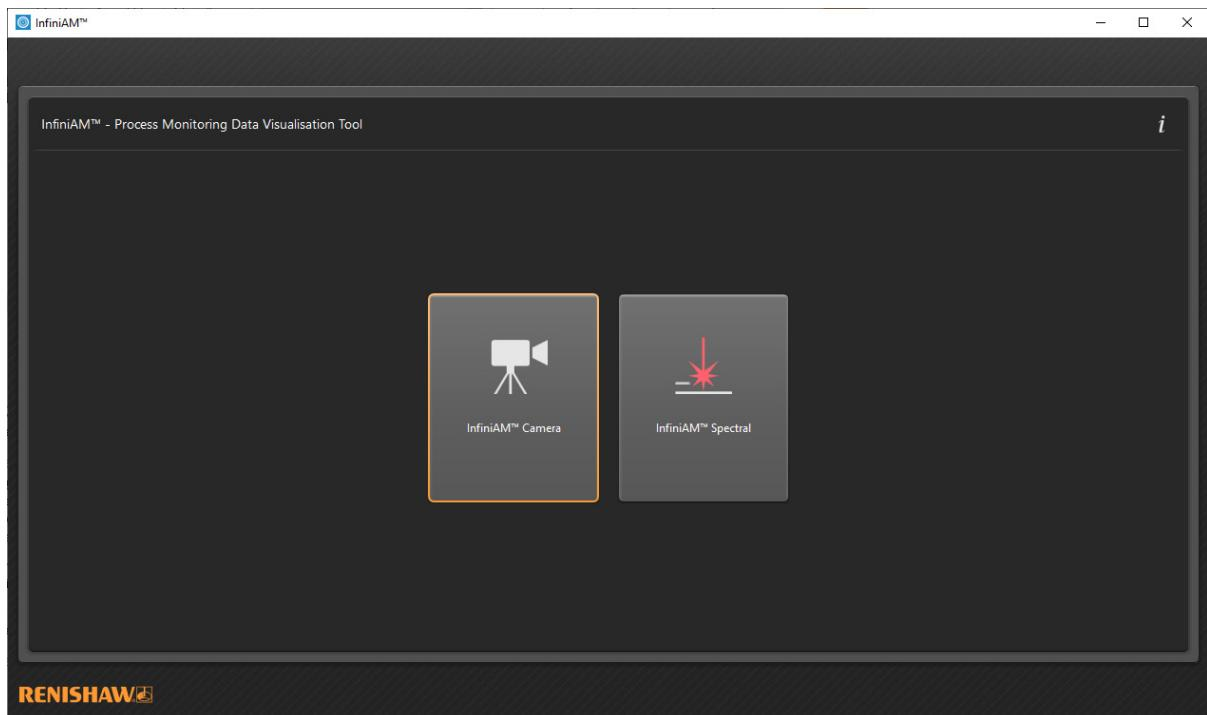

Abbildung 1 InfiniAM Startbildschirm und Schaltfläche „InfiniAM Camera“
2. Zum Laden der Camera Daten wählen Sie auf dem InfiniAM Startbildschirm **Home** die Schaltfläche **InfiniAM Camera** (siehe Abbildung 1).